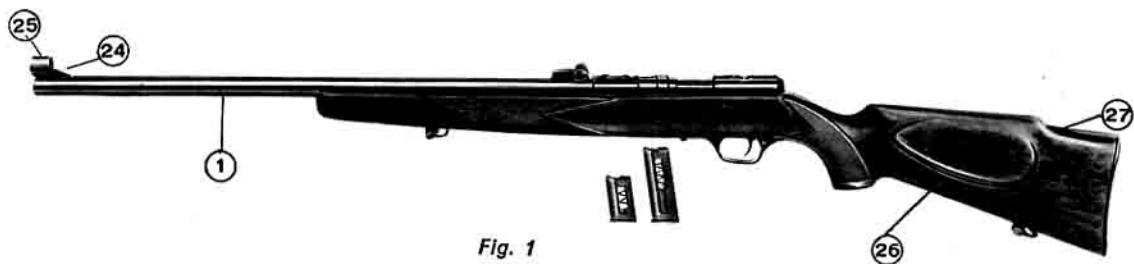

Fig. 1
**CANNA** - (Fig. 1 n. 1). Cilindrica - con sezione esterna di mm. 20 - fa corpo unico con la testata anteriore del gruppo scatola serbatoio contenente il movimento di scatto - lunghezza mm. 600.
**MIRINO** - (Fig. 1 n. 24). Posto all'estremità della canna, è alloggiato nello zoccolo, fissato con una vite trasversale ed uscente sulla sua destra.
**TUNNEL A MOLLA** (Fig. 1 n. 25). Serve a proteggere il mirino da eventuali urti ed a tenerlo in ombra durante il puntamento. Si sfilava dallo zoccolo facilmente, spingendolo con il pollice verso il calcio. Per il montaggio procedere in senso inverso.